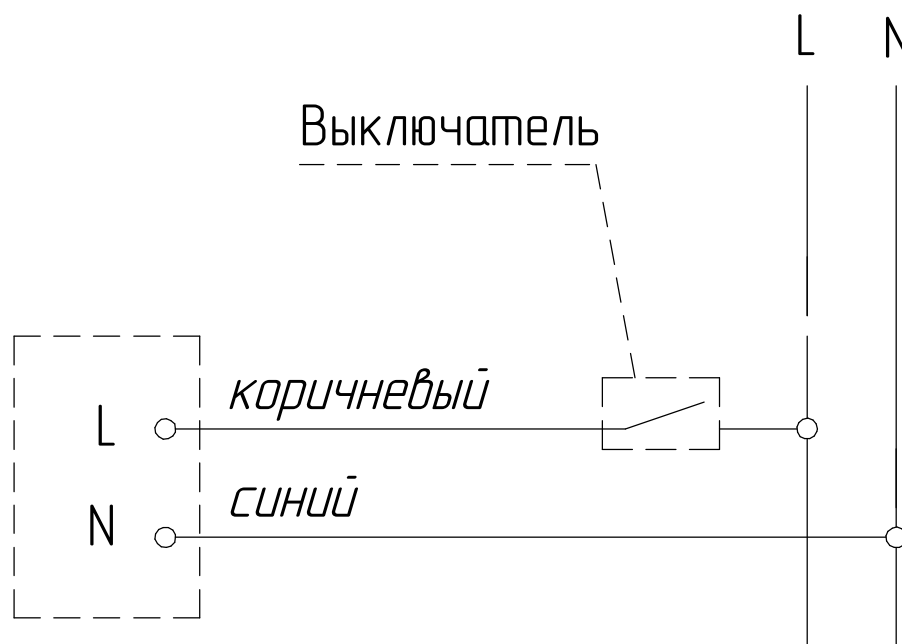

Рисунок 3 - Схема подключения светильника к сети
- 2 Подключить светильник к электрической сети согласно схеме рис. 3.